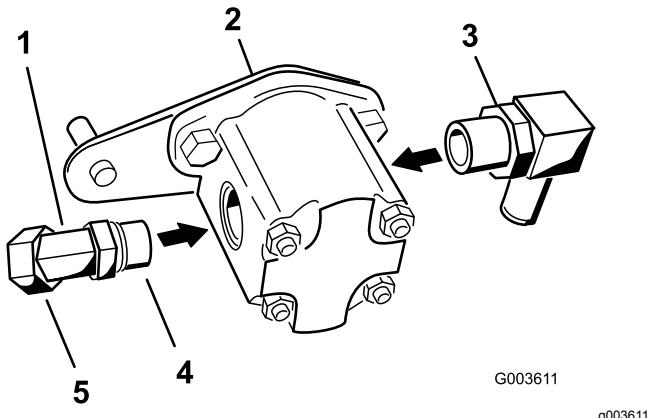

Bild 18
- Montieren Sie den 45-Grad-Krümmer seitlich an der Hydraulikpumpe (Bild 18).